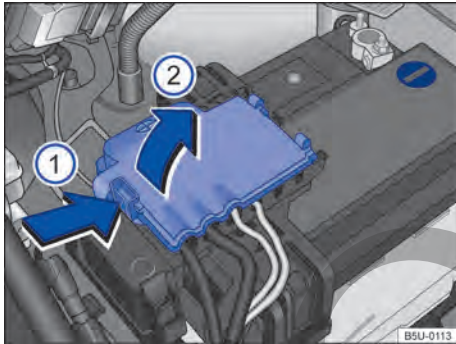

Fig. 164 Compartimento del motor: acceso al terminal positivo de la batería.
- Abrir la cobertura del polo positivo. Para abrir, presionar la traba en el sentido de la flecha → fig. 164 ⓘ, plegar la cobertura hacia el costado en el sentido de la flecha ②.